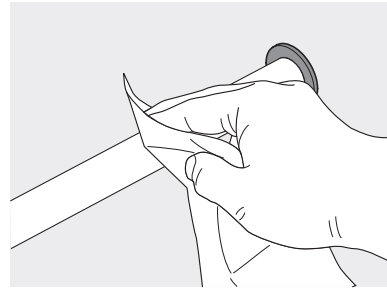

Fig. 16: Limpieza
2. Elimine con cuidado la suciedad del expositor con un paño suave y seco (Fig. 16).